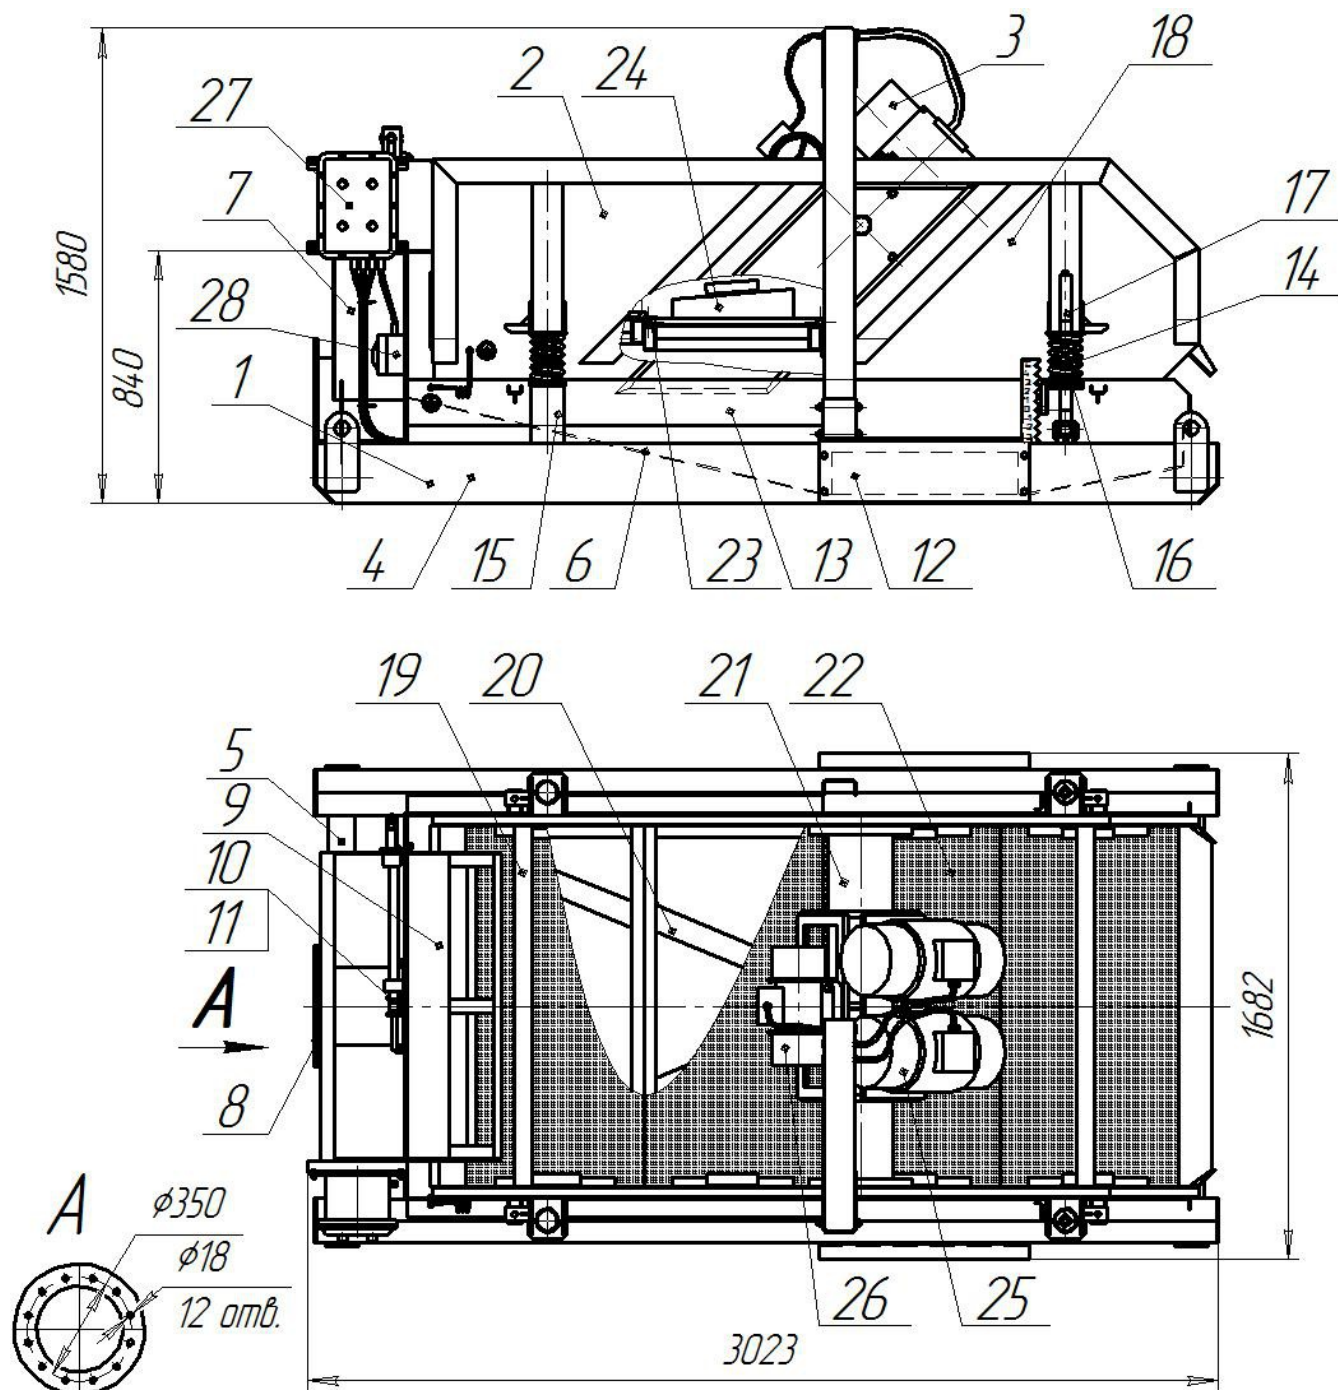

Рисунок 1
1.3.1 Вибросито состоит из станины 1, рамы вибрирующей 2, мотор-вибратора 3(рис.1).
1.3.5 Работает вибросито следующим образом. При включении мотор-вибраторов 25 их дебалансы начинают вращаться в противоположные стороны. После того, как будут достигнуты номинальные значения частоты вращения валов мотор-вибраторов и, следовательно, обоих дебалансов, происходит самосинхронизация вращения дебалансов, при котором дебалансы вращаются в противофазе. Синхронное вращение дебалансов приводит к возникновению линейных поступательных колебаний виброрама с траекторией, наклоненной к кассетам под углом 45° . После выхода вибросита в течение нескольких секунд на режим линейных колебаний, в приемную емкость 7 (см. рис.1) подается подлежащий очистке буровой раствор. При необходимости получения эллиптических колебаний виброрама 2 включается мотор-вибратор 26, который создает, направленную под 90° к траектории движения виброрама 2, вынуждающую силу. Поскольку устье скважины расположено выше вибросита, раствор в емкости 7 поднимается до уровня полки 9, растекается по ней и равномерно поступает на поверхность первой ситовой кассеты 22, установленной на виброрама 2. Поскольку виброрама 2, а вместе с ней и кассеты 22 находятся в вибрационном движении, раствор интенсивно фильтруется сквозь сетку, а частицы породы величиной крупнее ячеек сетки остаются на поверхности сетки и транспортируются по каскаду ситовых кассет от первой до четвертой. На последней кассете 22 происходит
2.2.5 Соединить приемный патрубок вибросита 8 (см. рис. 1) с трубой, идущей от устья скважины, подвести воду для мытья сеток, оборудовать площадку вокруг вибросита в соответствии с требованиями «Правил безопасности в нефтяной и газовой промышленности» и ГОСТ 12.2.041, установить на место заслонки 12. С помощью винтов подъемных 17 установить требуемый угол наклона виброрамы, не допуская перекоса по диагонали.